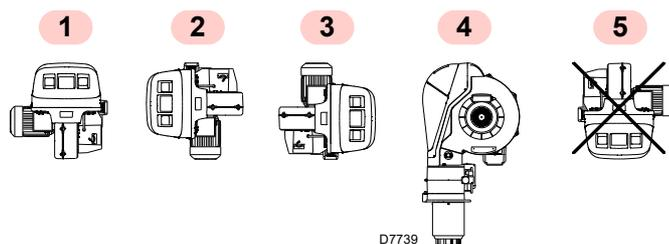

Abb. 13
- Der Brenner kann ausschließlich in den Stellungen **1, 2, 3** und **4** (Abb. 13) betrieben werden.